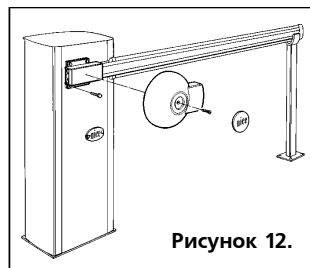

Рисунок 12.
2. Вставить барьерную рейку в зажим, поставленный вместе со шлагбаумом, и затянуть 4 винта (рис. 12). Если будет нужно, обрезать выступающую часть штанги.